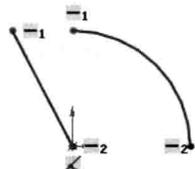

图 1.2.4 要套合的对象
Step3. 选取要套合的对象。在图形区选取图 1.2.4 所示的草图实体作为要套合的对象。